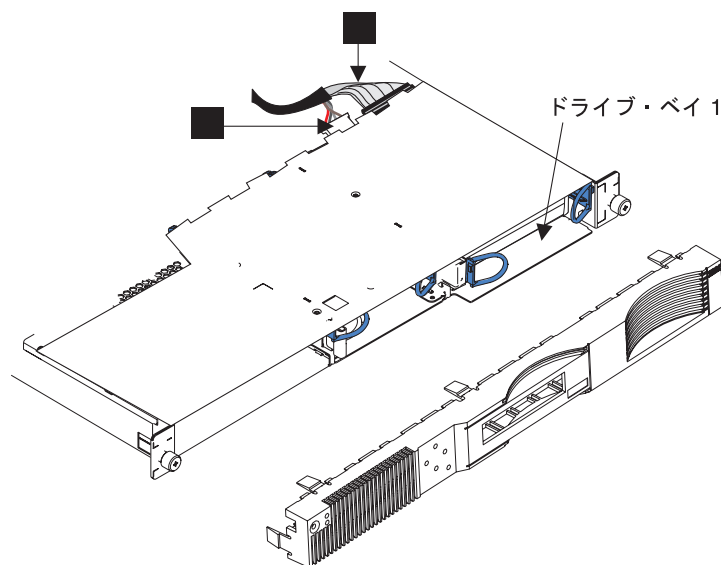

図 125. SAN ボリューム・コントローラー 2145-4F2 ディスク・ドライブ・ケーブルの取り外し
4. SCSI シグナル・コネクタ **1** および電源コネクタ **2** を、 469 ページの図 125 に示すように、ディスク・ドライブの背面から切り離してから、ケーブルを除去します。